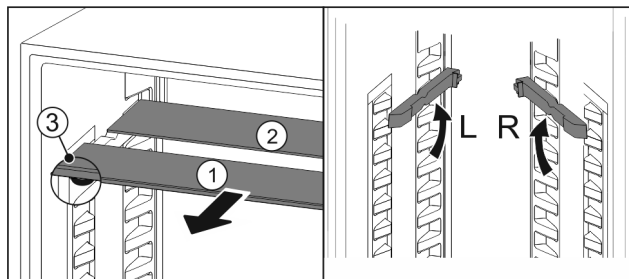

Fig. 80
- ▶ Vytiahnite sklené dosky jednotlivo dopredu Fig. 80 (1).
- ▷ Sklená doska Fig. 80 (1) s ozdobnou lištou leží vpredu.
- ▷ Zarážky Fig. 80 (3) ukazujú nadol.